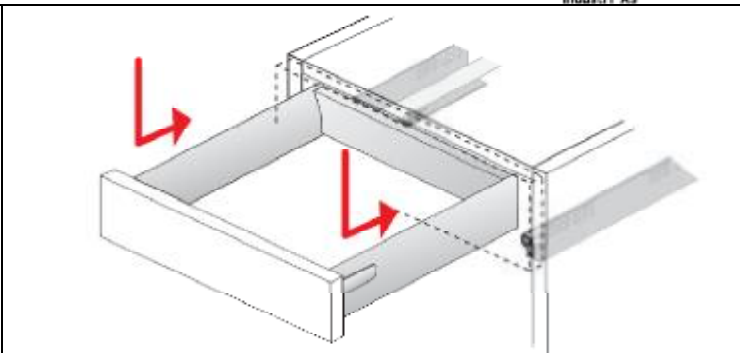

Fig. 1
- Ta av dørene i alle skap ved å trykke inn haken i bakkant av hengselarmen. Se fig. 1.
- Sette inn skuffe ved å legge den ned på skuffeskinne og skyv inn til den låser seg. Se fig. 1